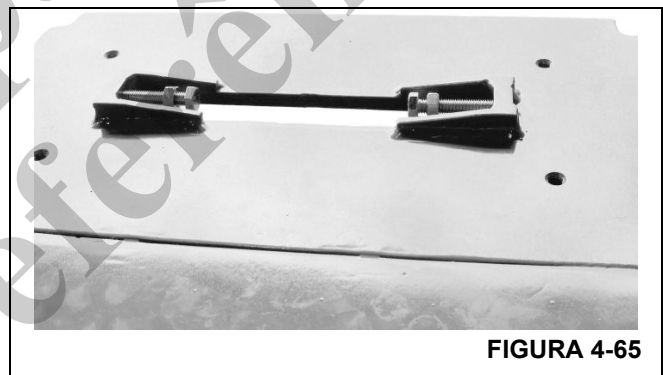

FIGURA 4-65
10. Instale os parafusos de ajuste e as contraporcas no conjunto soldado das placas de desgaste ajustáveis superiores. Não instale ainda as placas de desgaste (Figura 4-65).